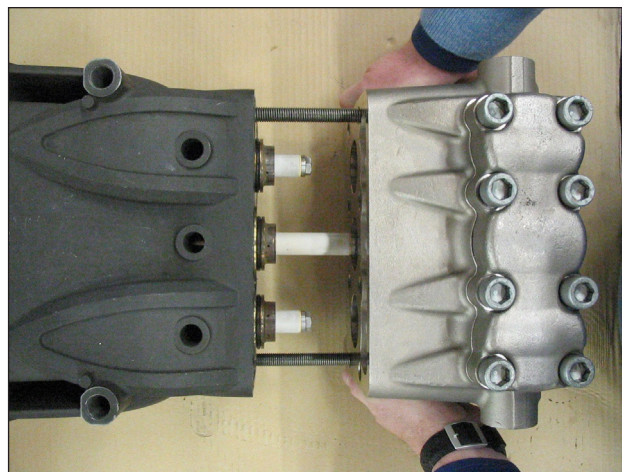

Fig. 33
- B) Lubrifique os componentes ②③⑤ com lubrificante de silicone do tipo OCILIS, cód. 12001600. Tal operação é considerada necessária também para facilitar a adaptação das bordas da vedação sobre os pistões.
2. Use dois parafusos - tomada de serviço (cód. 27508200) fixada ao carter, conforme indicado na Fig. 33, posicione o cabeçote completo, certificando-se de que esteja centralizado no pistão central.